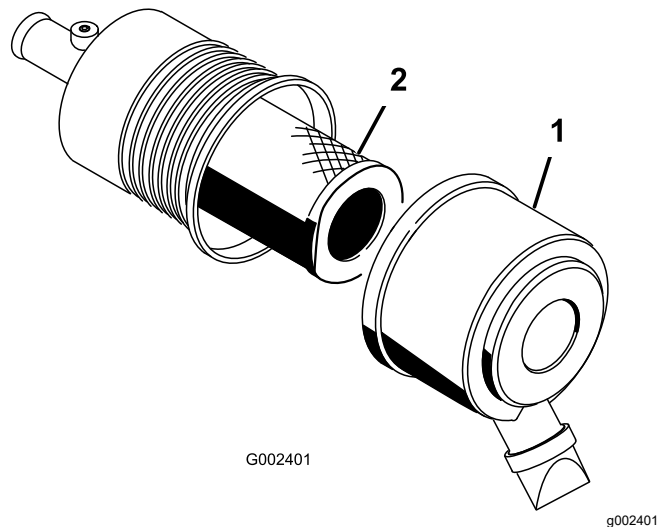

图 50
- 松开将空气滤清器盖固定到空气滤清器壳体上的搭扣图 50。
- 从空气滤清器壳体上取下空气滤清器盖 (图 50)。
- 拆下并更换滤清器图 50。